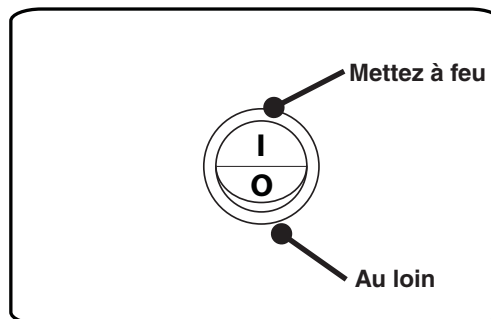

Fig. 16-1 Commutateur "MARCHÉ/ARRÊT"
1. Localiser l'interrupteur **MARCHE/ARRÊT** sur le coffret de commande (voir Fig. 16-1), et l'interrupteur à la position "I" (Mettez à feu).